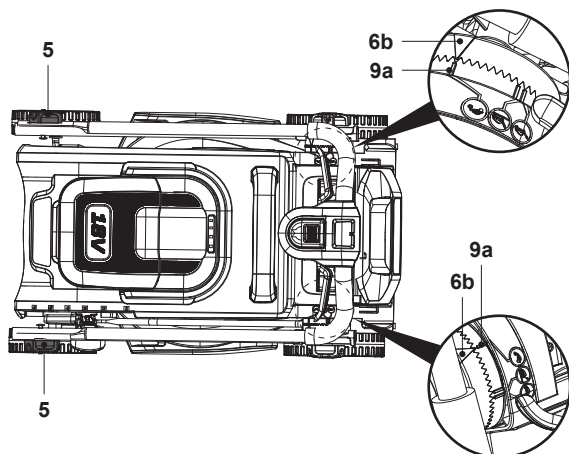

Fig. 26
9. Pentru a economisi spațiu, pliază mânerul superior, strânge conexiunile (5, 8) și asigură-te că triunghiul indicator (6b) este aliniat cu indicatorul de parcare (9a) pentru a evita extinderea (fig. 26).